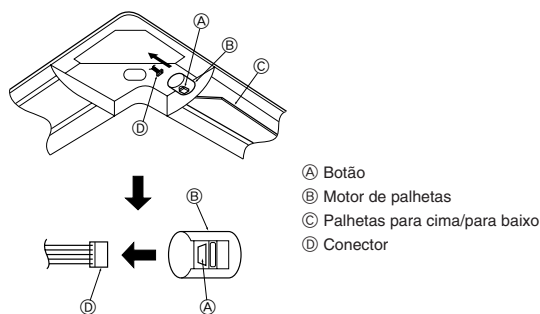

Fig. 5-9
5.5. Bloqueio da direcção do fluxo de ar para cima/para baixo (Fig. 5-9)